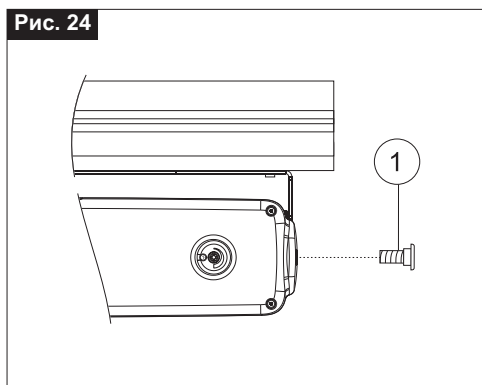

Рис. 25
- 12) **Рис. 25-** При помощи шестигранного ключа установите на селекторе (**Поз. 1**) необходимую длину выхода цепи в соответствии с таблицей на **Рис. 7а**;